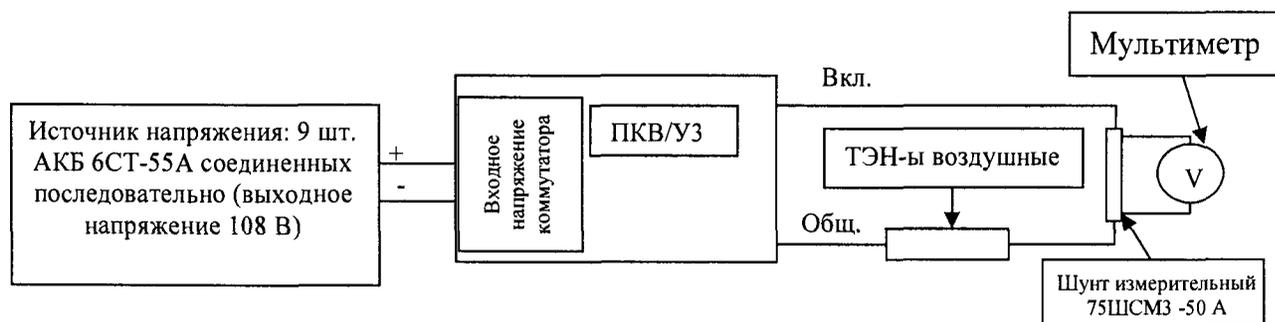

Рисунок 4 - Определение погрешности измерения тока каналом «Вкл»
7.6.4.1 Между наконечниками «Вкл» и «Общ» кабеля местного пуска присоединить ТЭН воздушный (сопротивление 12 Ом), измерительный шунт и вольтметр (рисунок 4).